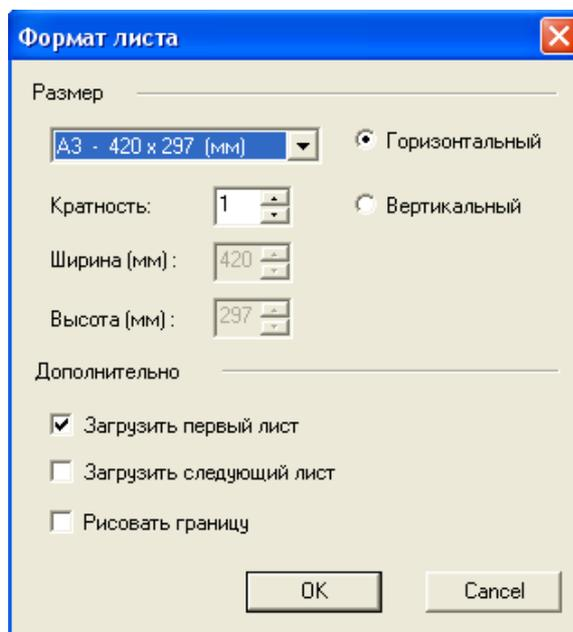

Рис. 2.34 Меню «Формат листа»
2. Укажите поле «Режим» системного меню и команду «Формат листа». В меню «Формат листа» заполните поля как показано на рис. 2.34 и нажмите «ОК» или клавишу «Enter» на клавиатуре.